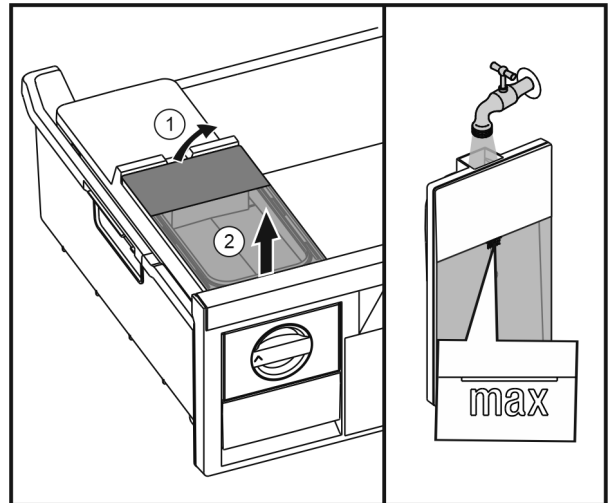

Fig. 28
- ▶ Waterreservoir van achter optillen Fig. 28 (1) en omhoog verwijderen Fig. 28 (2).